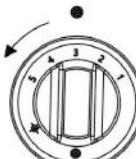

Fig. 9
- Pour sélectionner la température, tournez le bouton sur la position souhaitée. (Fig. 9)